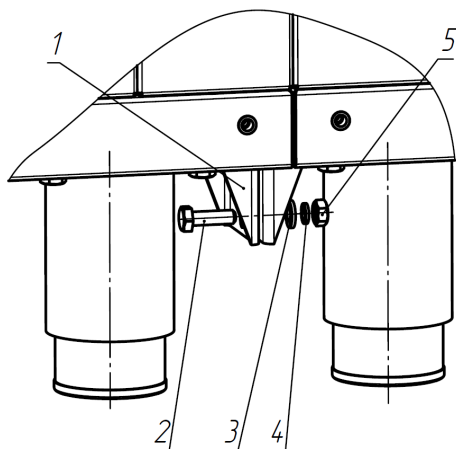

Рисунок 3
2.2.4 Для скрепления изделий между собой необходимо установить кронштейны 1 (смотри рисунок 3).